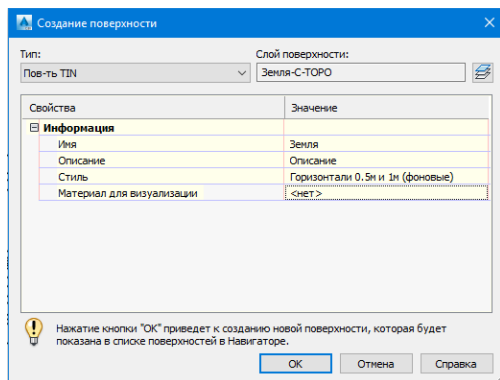

Рис. 13. Диалоговое окно Создания поверхности
2. В появившемся диалоговом окне установить «Тип – Поверхность TIN (triangulated irregular network)» а также выбрать начальные свойства создаваемой поверхности (рис. 13).